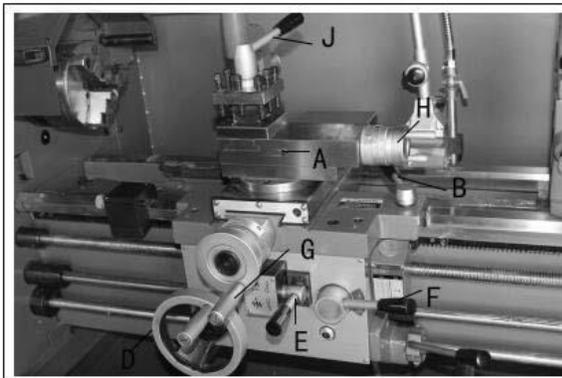

Рисунок 15
**Блокировка резцовых салазок** (A, рис.15) - шестигранный винт, расположенный на левой стороне резцовых салазок. Поверните по часовой стрелке, чтобы заблокировать суппорт и против часовой стрелки, чтобы разблокировать.
**Блокировка каретки** (B, рис.15) - рукоятка блокировки, расположенная на верхней части каретки. Поверните по часовой стрелке, чтобы заблокировать каретку. Поверните против часовой стрелки, чтобы разблокировать.
**Маховик продольной подачи** - (D, рис.15) - расположен на фартуке. Поверните маховик по часовой стрелке, чтобы передвинуть блок фартука к задней бабке. Поверните колесо против часовой стрелки, чтобы перевести блок фартука в направлении передней бабки.
**Выбор подачи** (Е, рис.15) - расположен в центре передней части фартука. Нажатие рычага влево и вниз активирует функцию поперечной подачи. Нажатие рычаг вправо и вверх активирует функцию продольной подачи.
**Рукоятка включения маточной гайки** (нарезка резьба) (F, рис.15) - расположена на передней части фартука. Поверните рычаг вниз для включения. Поверните рычаг вверх для отключения.
**Маховик поперечной подачи** (G, рис.15) - расположен над узлом фартука. Вращайте по часовой стрелке или против часовой стрелки для перемещения или установки в заданном положении.
**Маховик поперечного движения резцовых салазок** (H, рис. 15) - расположен на конце резцовых салазок. Поворачивайте по часовой стрелке или против часовой стрелки для перемещения или установки в заданном положении.
**Рукоятка зажима резцедержателя** (J, рис. 15) - расположена на верхней части резцедержателя. Поверните против часовой стрелки, чтобы ослабить и по часовой стрелке, чтобы затянуть.